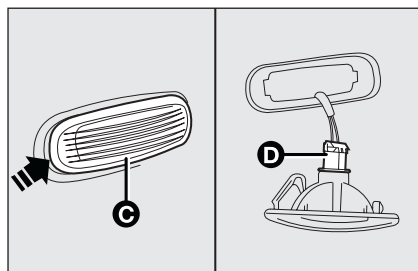

fig. 24
- ☐ faire pression dans le point indiqué par la flèche, de façon à comprimer le ressort de fixation, et dégager le groupe **C**-fig. 24;